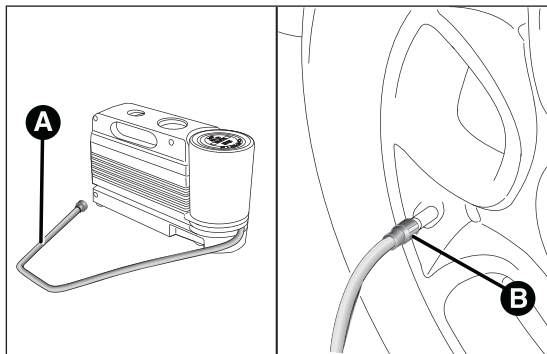

fig. 117
- ☐ **Accionar el freno de mano.** Desenroscar el capuchón de la válvula del neumático, extraer el tubo flexible de llenado A fig. 117 y apretar la corona B en la válvula del neumático;